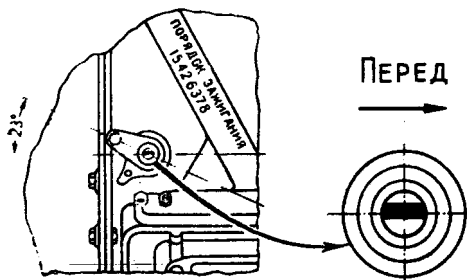

Рис. 37. Установка привода распределителя.
1) вставьте привод распределителя в отверстие блока так, чтобы прорезь в валике привода была направлена вдоль оси двигателя и смещена влево, считая по ходу автомобиля (рис. 37).
лен назад (считая по ходу автомобиля) и повернут на 23° влево от продольной оси двигателя, как указано на рис. 37.